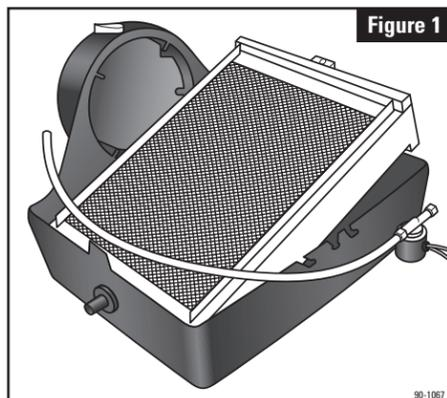

Figure 1
1. Déposez le couvercle avant en appuyant sur les languettes centrales qui se trouvent dans le haut et le bas du couvercle (1) et de la base (2). Sortez le tube d'alimentation (3) du plateau de distribution de l'eau (4). Faites basculer l'ensemble d'évaporation et soulevez-le pour le sortir de l'humidificateur. (Reportez-vous à la figure 1.)
2. La configuration d'usine de l'humidificateur prévoit une évacuation de l'eau à gauche. Si vous convertissez l'appareil pour que l'eau soit évacuée à droite, la base peut être tournée de manière à orienter le collet circulaire vers la droite. Interchangez l'emplacement du capuchon (10) et la tubulure de raccordement du drain (9) si vous utilisez une sortie d'évacuation à droite. Pour retirer le capuchon, poussez-le et dévissez-le de l'intérieur du logement, puis soulevez-le légèrement de l'extérieur. Pour retirer la tubulure de raccordement du drain, dévissez-la, puis poussez-la hors de la base.